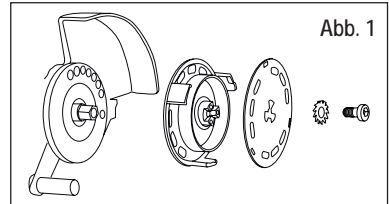
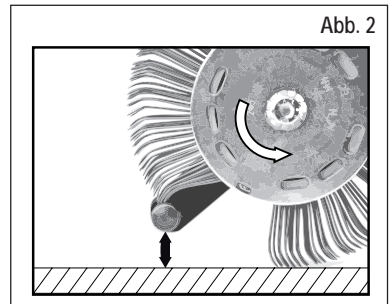

Abb. 1
Abb. 2
3. Druckluftversorgung unterbrechen und dann **MBX®** Stab Blaster Band 11 mm ordnungsgemäß mit dem entsprechenden Aufnahmesystem **AS012** (Laufrichtung beachten) und der dafür vorgesehenen Fächerscheibe und Schraube am Werkzeug befestigen. Siehe Abb. 1 und Abb. 2
- Verwenden Sie ein **MBX®** Band in der falschen Laufrichtung? – Richten Sie das Bürstenband so aus, dass es in die vorschriftsmäßige Richtung läuft (siehe Kapitel 6, Inbetriebnahme, Abb. 2).